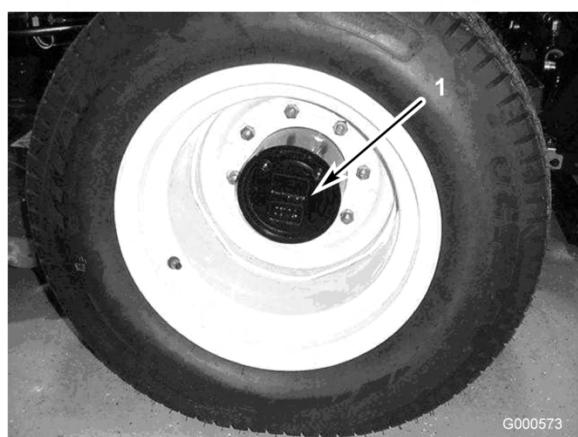

Bild 44
1. Stellen Sie, wenn sich die Maschine auf einer ebenen Fläche befindet, das Rad so, dass sich die Prüf-/Ablassschraube (Bild 44) entweder in der 2-Uhr- oder der 10-Uhr-Stellung befindet.
2. Nehmen Sie die Schraube am Planetengetriebe ab (Bild 44). Öl sollte sich unten am Prüfschraubenloch befinden.